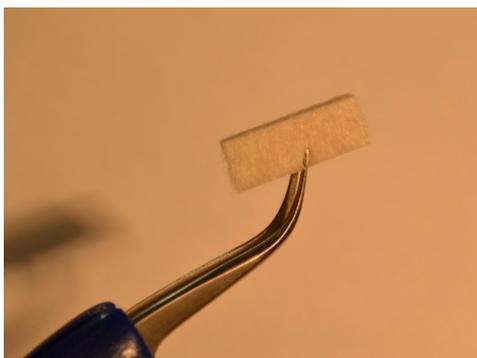

Рисунок 4-24: Пинцет для снятия прокладки
- a. Аккуратно снимите старую прокладку с канала для чернил, как показано на Рисунок 4-25. Рекомендуется снимать прокладку при помощи пинцета (Рисунок 4-24).